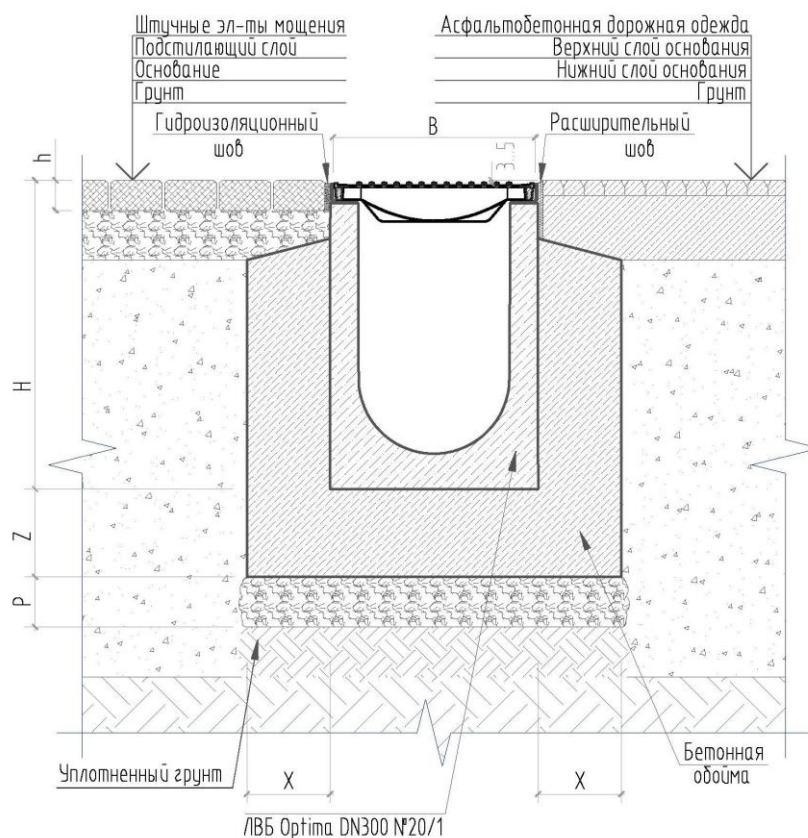

Рис. 5 – Монтаж бетонных лотков с асфальтобетонным покрытием и штучными элементами мощения.
- при устройстве бетонного или асфальтового покрытия – устраивается технологический (расширительный) шов, $t = 10$ мм. – герметик, шнур, мастика / пенополиэтиленовая прокладка/ битумная мастика, в зависимости от нагрузки (рис. 5).